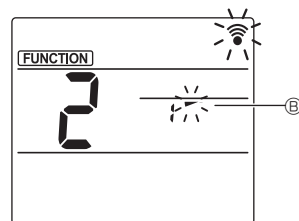

Fig. 3
③ Встановлення кута заслінки (Fig. 3)